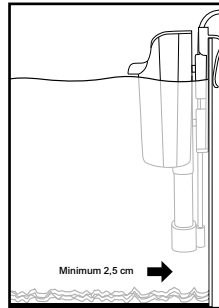

Fig. 3
3. Installez le filtre dans la partie arrière de votre aquarium à l'aide de la pince fournie. Si la pince ne convient pas, il vous faudra peut-être commander de nouvelles ventouses (pour commander, consulter la liste des pièces de remplacement sur le panneau arrière). Remarque : Le déversoir du filtre devrait être au niveau de l'eau dans l'aquarium, et le diffuseur devrait être au moins 2,5 cm au-dessus du gravier de l'aquarium (Fig. 3).